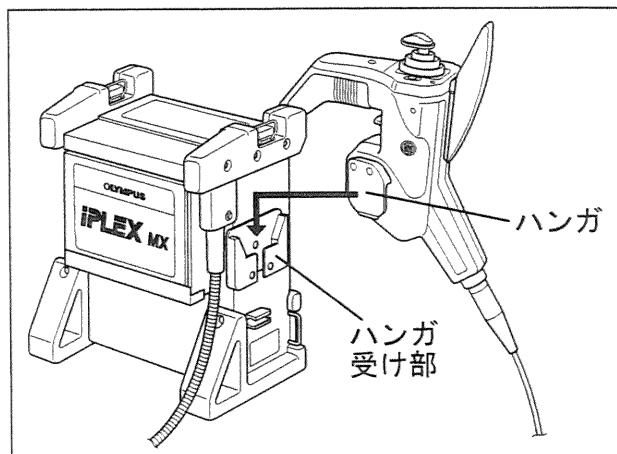

図 3.25
1. 操作部側面のハンガを、本体側面のハンガ受け部にはめ込みます。ハンガが受け部に対して傾いていると、うまくはめ込むことができない可能性があるため、なるべくまっすぐにはめ込んでください。（図 3.25 参照）